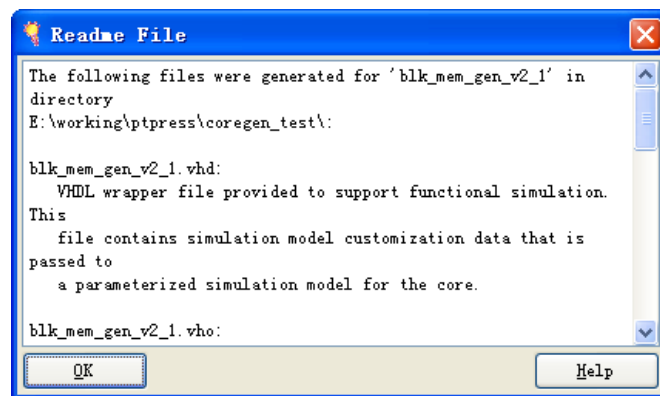

图 2.73 生成 BLOCK RAM 报告窗口
(7) 单击【Next】，在出现的窗口中单击【Finish】完成 BLOCK RAM 参数设置，完成后，会弹出一个报告窗口，如图 2.73 所示。